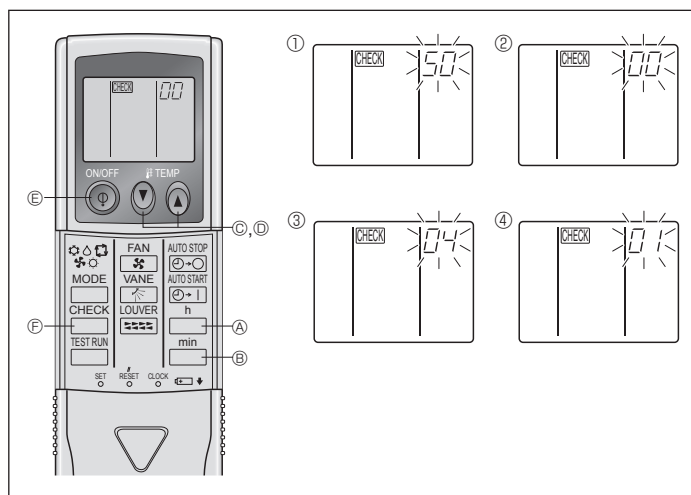

Рис. 6-10
2) Для беспроводного пульта дистанционного управления (Рис. 6-10)